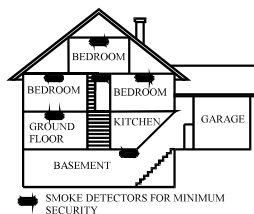

Figura 3: Local para o estabelecimento de detectores de fumaça numa residência com vários andares
- ◆ Instale um detector de fumaça em cada piso da casa ou apartamento de vários pisos, conforme é mostrado na Figura 3.